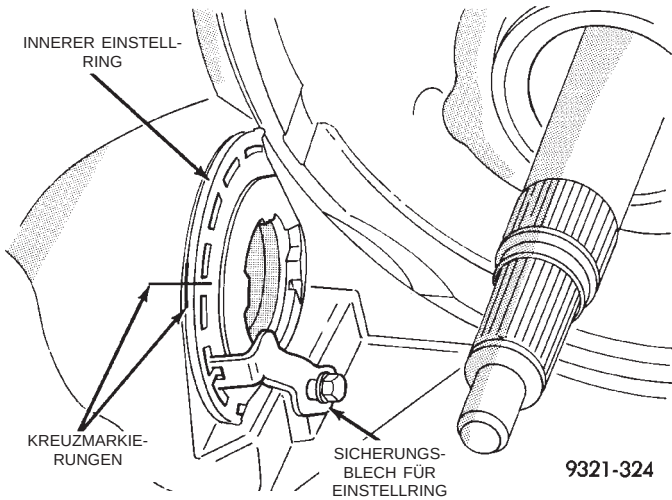

Abb. 48 Kreuz über inneren Einstellring und Gehäuse zeichnen
- (5) Lage des inneren Differential-Einstellrings mit einem Kreuz über Einstellring und Gehäuse kennzeichnen (Abb. 48).